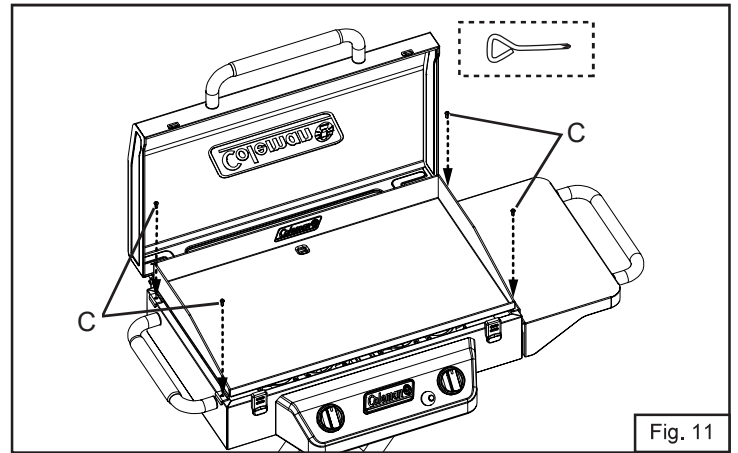

Fig. 11
11. Tournez les vis dans le sens horaire pour bien fixer la plaque chauffante (Fig. 11).